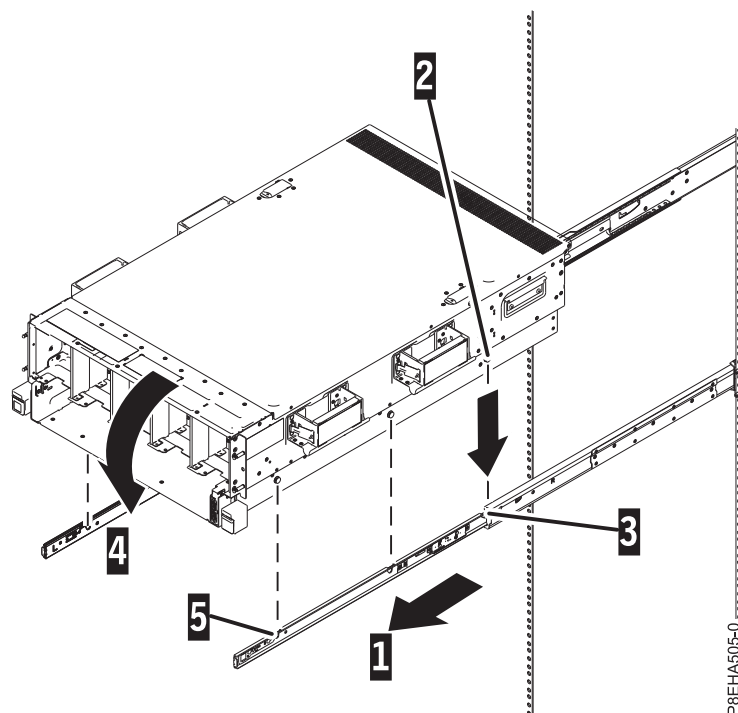

図 11. 取り付け用ハードウェアへのシャーシの取り付け
1. 取り付け用ハードウェア (1) を、11 ページの図 11 に示すように拵げます。
4. 図 11 に示すように、背面シャーシ・ピン (2) が取り付け用ハードウェア (3) の背面の穴に差し込まれるように、システムの前面を斜めに上げます。
5. 図 11 に示すように、シャーシ・ピンが取り付け用ハードウェアの前面 (4 および 5) と中央の穴に差し込まれるようにシステムの前面を斜めに下げます。